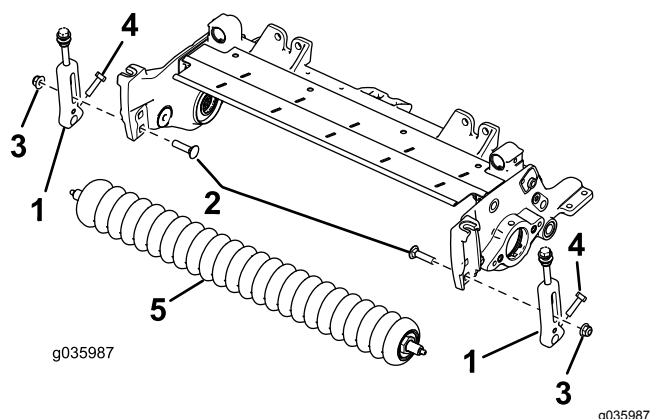

Figura 2
2. Retire os parafusos de carroçaria e porcas de bloqueio que fixam os suportes da altura de corte às placas laterais da unidade de corte (*Figura 2*).
3. Desaperte os parafusos que fixam os suportes da altura de corte ao eixo dianteiro do rolo (*Figura 2*).
4. Retire os suportes da altura de corte existentes e o rolo dianteiro das placas laterais da unidade de corte (*Figura 2*).